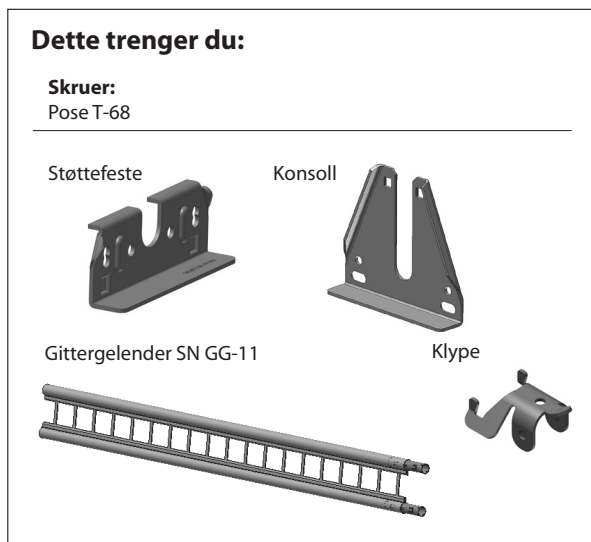

Fig 1
1) Konsoll og klemmefeste monteres på hver sin side av falsen og skrues sammen med 2 stk M8x20 rustfrie sekskant-skruer med mutter (Fig. 1). Skruene settes så langt ned mot falsen som mulig og må dras godt til slik at falsen deformeres mellom hullene i konsollen og spissene i klemmefestet.